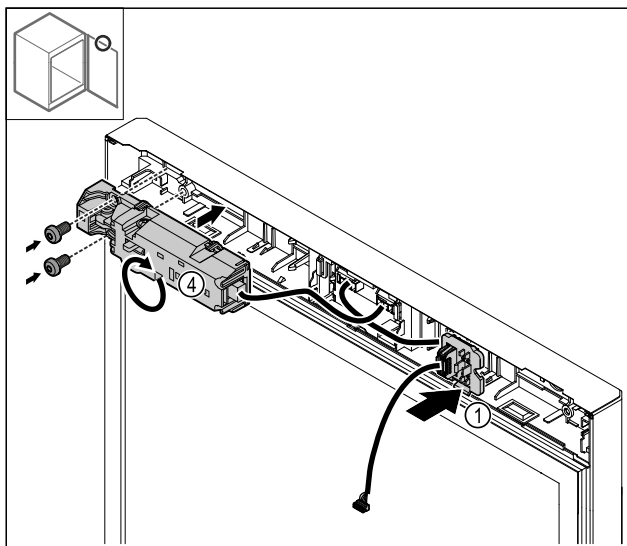

Fig. 28
- Užfiksukite kištuko laikiklį Fig. 28 (1) priešingoje pusėje.
- Pasukite elektrinį užraktą Fig. 28 (4) 180° ir pritvirtinkite priešingoje pusėje.